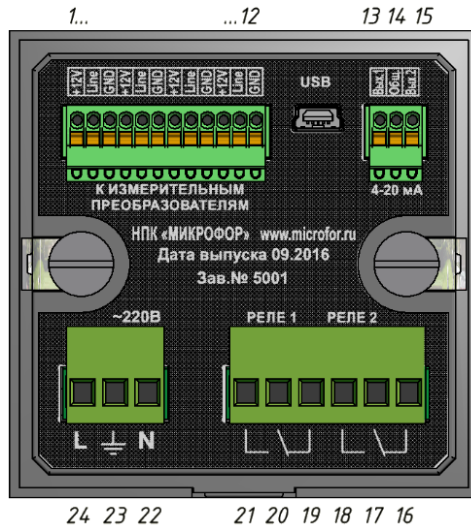

Рис.2. Вид задней панели блока индикации.
5.2. Подключение напряжения питания, исполнительных устройств и измерительных преобразователей к блоку индикации осуществляют к клеммным колодкам, расположенным на задней панели измерительного блока (рис.2).
5.4. Измерительные преобразователи ДТР-2-СМ или ДТР-3-СМ-М подключаются к блоку индикации параллельно трехпроводным (ДТР-2-СМ) или двухпроводным (ДТР-3-СМ-М) кабелем (рис.2). ДТР-3-СМ-М не требуют подключения линии питания +12 В.